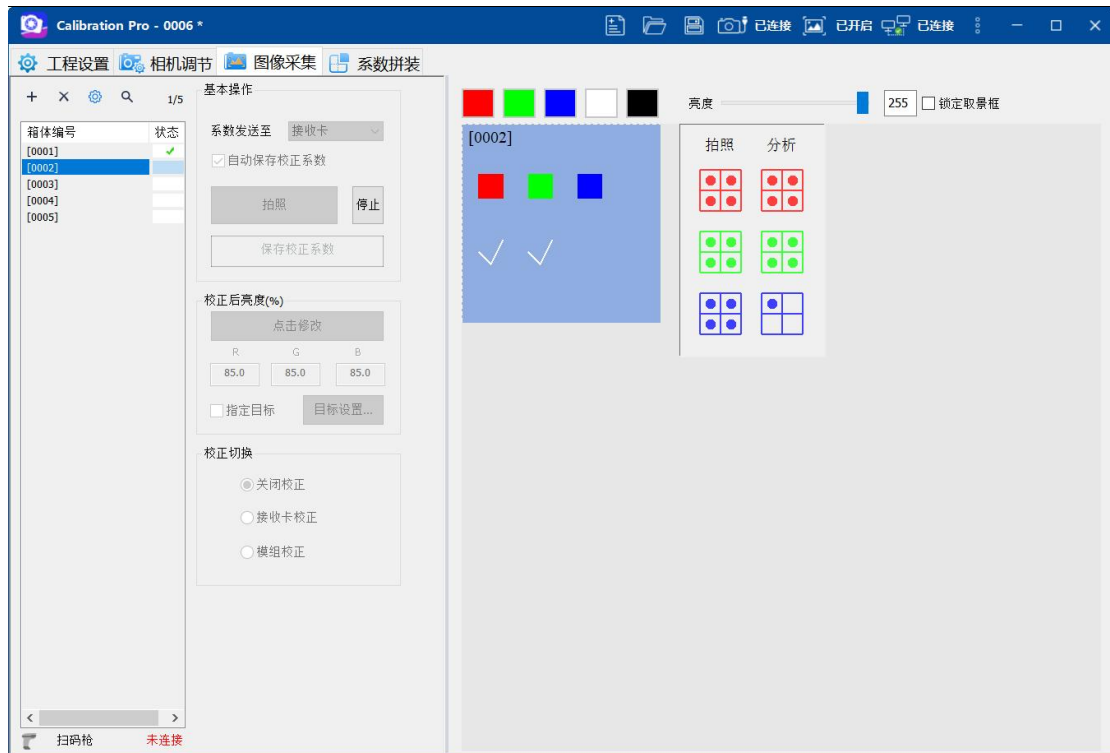

图 4-6 单箱体分析
- 3、保存校正系数完成后，会弹出一个提示框，箱体校正会自动开启。点击弹框上的确定，会自动跳转到下一个箱体，通过切换不同颜色，可以查看校正效果，如图 4-6 下；